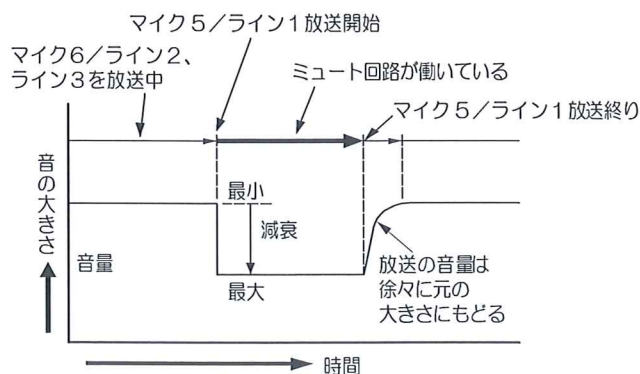

図2
- マイク5/ライン1放送時にはマイク6/ライン2入力、ライン3入力の音量が自動的に減衰します。また、放送が終わると自動的に元の音量に戻ります。（図2参照）